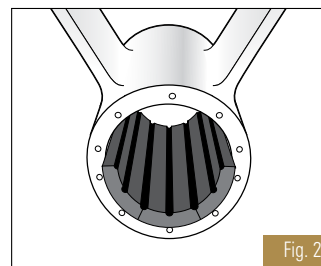

Fig. 2
3. Inserte las duelas de caucho en la mitad inferior del alojamiento del rodamiento (notará que las duelas son más largas que el alojamiento, lo cual es correcto). Lubrique la superficie de trabajo de las duelas, vea "nota y precauciones" (Fig. 2).